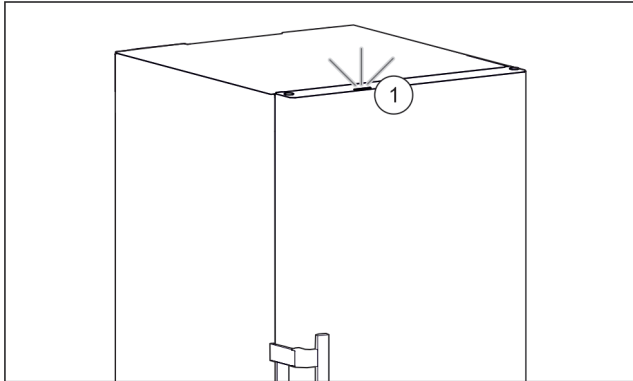

Fig. 56 Активна светлина за състояние при затворена врата
- ▷ Светлината за състояние Fig. 56 (1) е активирана.